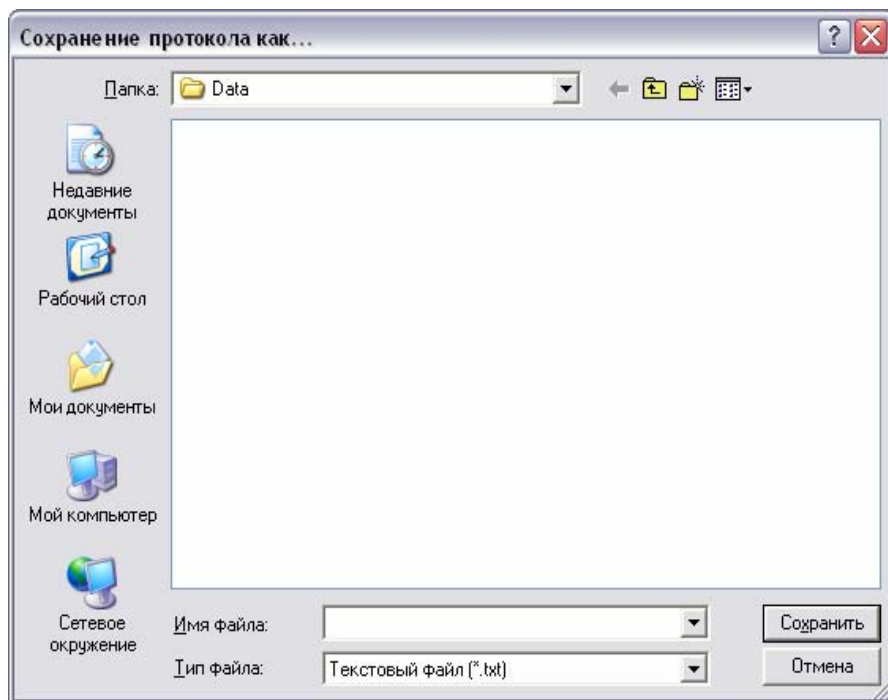

Рисунок 1.20
2. В открывшемся окне «**Сохранение протокола как...**» (рис. 1.20) выберите тип файла в одноименном поле и папку, в которую Вы хотите сохранить протокол и нажмите кнопку <**Сохранить**>.